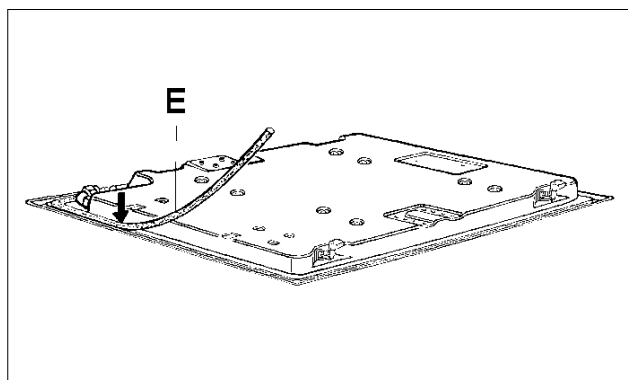

FIG. 9
- Rovesciare il piano e posizionare correttamente la guarnizione "E" (fig. 9) sotto il bordo del piano, in modo che il lato esterno della guarnizione stessa combaci perfettamente con il bordo perimetrale esterno del piano. Le estremità delle strisce devono combaciare senza sormontarsi.